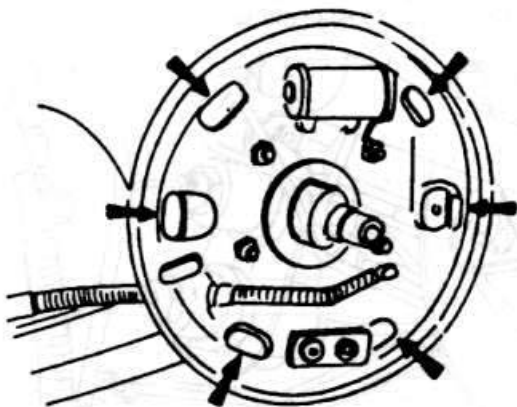

Рис. 6.6
- ◆ Смажьте тонким слоем пластичной смазки шесть мест прилегания колодок к щиту тормоза (рис. 6.6).